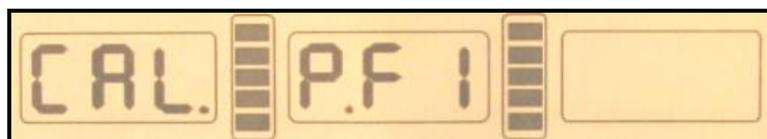

Рис. 8-7
8.3.2 Нажать кнопку ALU, см. рис. 8-7 (нажать кнопку STOP, чтобы выйти из указанного режима).